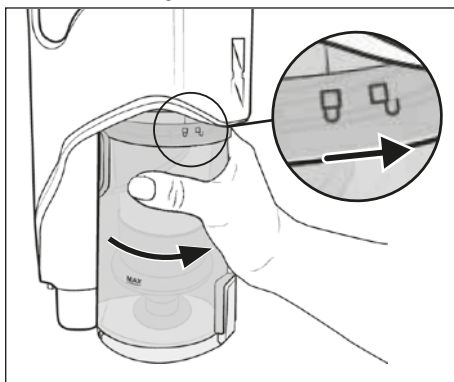

Fig. 25
- 8) Reinserire il contenitore della polvere **7** nell'apparecchio e ruotarlo in direzione del simbolo  (chiudere) fino ad innestarlo saldamente nell'apparecchio (vedere fig. 25).